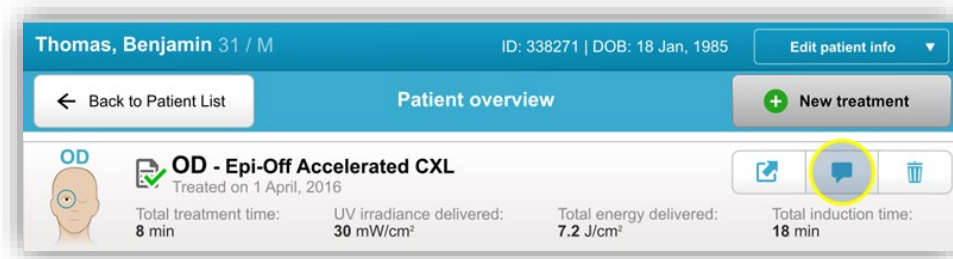

Figura 3-38. Ícone 'comentários'
- o Pressione o ícone de mensagem, conforme mostrado na Figura 3-38, para inserir comentários sobre o tratamento do paciente.